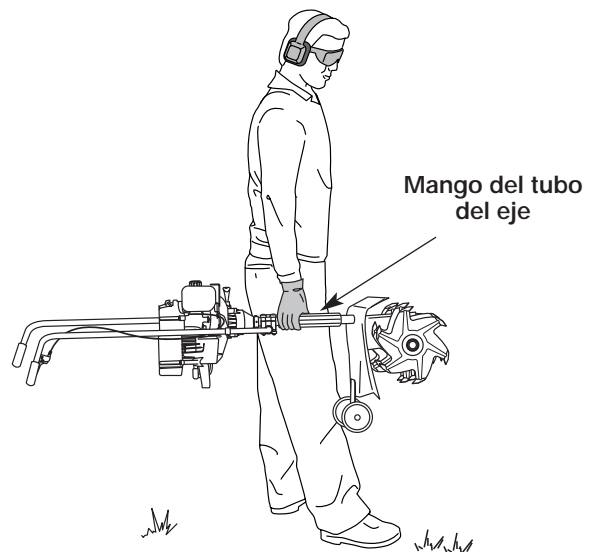

Figure 30
2. Transporte la unidad ya sea por el mango del tubo del eje o tome el centro del manubrio para usarlo como manija de transporte (Fig. 30).